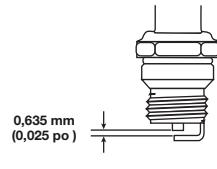

Fig. 38
- Remplacez toute bougie fendillée, encrassée ou sale. Réglez l'écartement à **0,635 mm (0,025 po)** à l'aide d'une jauge d'épaisseur (Fig. 38).